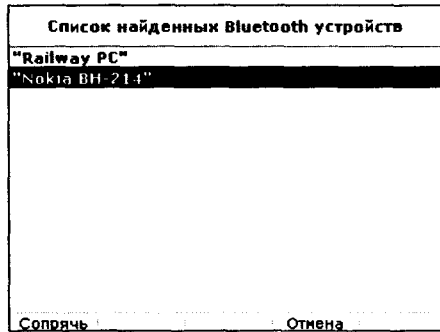

Рисунок 84
2.10 После завершения процесса поиска на экране дефектоскопа будет отображена страница меню Список найденных Bluetooth устройств (рисунок 84).
2.11 Вращая ручку энкодера на правой стороне электронного блока дефектоскопа, установить световой курсор в строку с обозначением интересующего Bluetooth устройства (рисунок 84).